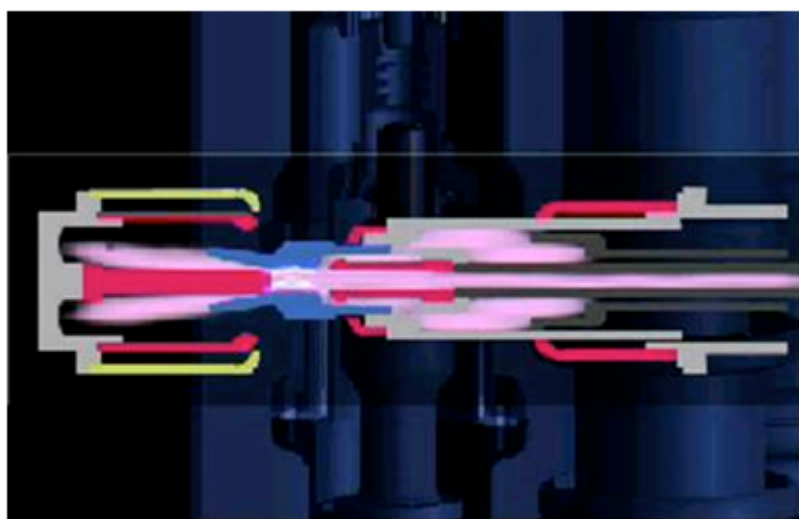

Рисунок 2 Функциональная схема дугогасительной камеры.
2.2. В конструкции СВ используются превосходные характеристики элегаза (SF6) в качестве дугогасящей и электроизолирующей среды. Использована усовершенствованная система дугогасительной камеры, Рисунок 2. По сравнению с обычными дугогасительными камерами с воздушным заполнением, повышена скорость размыкания цепи, улучшены характеристики сопла, воздушного цилиндра и прочие параметры. Энергия дуги используется более эффективно что позволяет повысить температуру и давление элегаза в воздушной камере в верхнем сопле. За счет механического сжатия газа в системе повышено давление воздушного потока, в результате чего увеличилась эффективность размыкания тока в дугогасительной камере. В то же время, размер дугогасительной камеры очень мал, вес подвижных узлов и механические нагрузки на узел прерывания малы, что позволяет существенно повысить надежность системы с компактным пружинным механизмом.